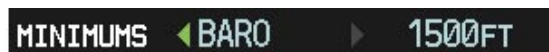

图 2-49 气压高度表最低高度设定
- 2) 转动大FMS旋钮高亮度显示 ‘Minimums’字段(图 2-49)。
- 3) 转动小FMS旋钮选择最低高度信号源：气压高度表 (BARO; 图 2-49) 或无线电高度表(RADALT; 图 2-51)默认值是关闭 (OFF)。按下 ENT键或转动大FMS旋钮高亮度显示下一字段。